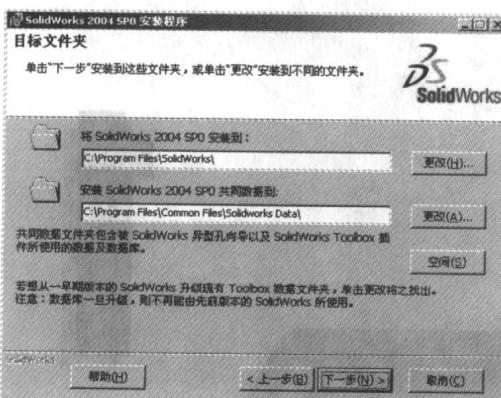

图 1-4
3. 通过帮助信息设置文件夹路径，单击【下一步】，如图 1-4。